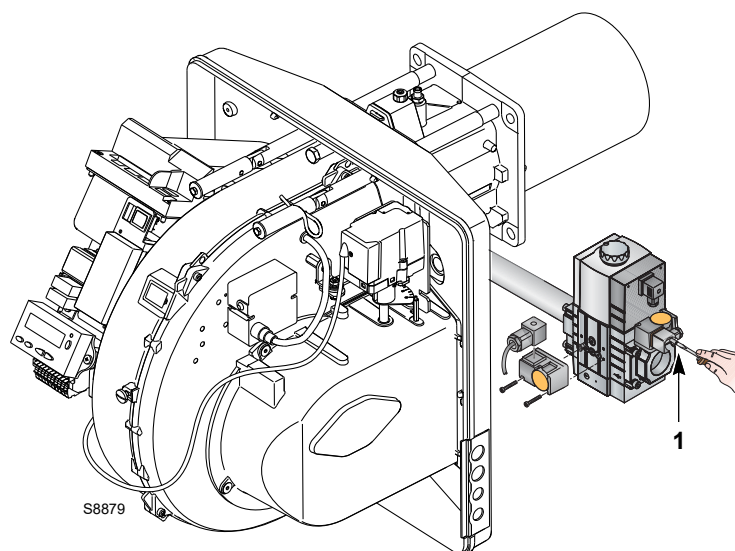

Fig. 25
- Controlar la presión de la alimentación de gas conectando un manómetro en la toma de presión 1)(Fig. 25) del presostato gas de mínima: debe ser inferior a la presión máxima permitida de la rampa de gas, que figura en la placa de características.
- Purgar el aire de la tubería de la rampa de gas conectando un tubo de plástico en la toma de presión 1)(Fig. 25) del presostato gas de mínima. Llevar hacia el exterior del edificio el tubo del purgado, hasta que se huelga el gas.